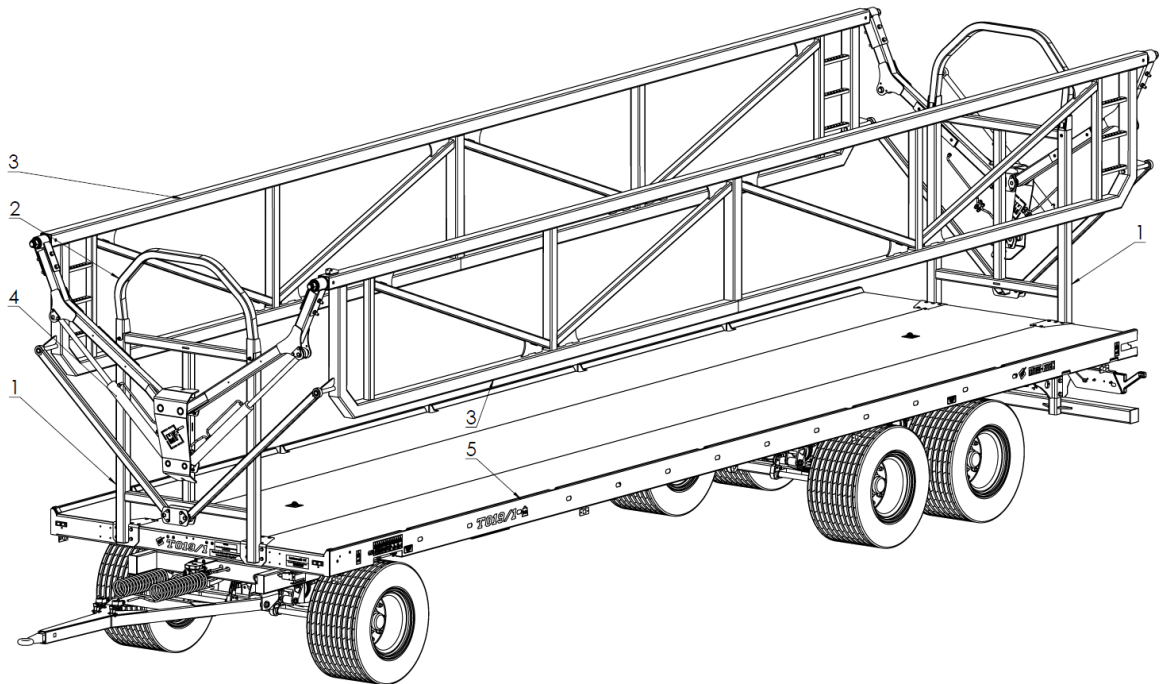

Abbildung 10. Aufbau von Anhängern mit hydraulischen Wänden: Vorder- und Rückwand (1), Stirnwand (2), Seitenwände (3), Wandhebemechanismus (4), Fahrgestell (5)
Abbildung 10 zeigt die Konstruktionsmöglichkeiten für einen Anhänger mit hydraulisch anhebbaren Seitenwänden (3). Die Vorder- und Rückwand sind fest (1) und verfügen über hydraulische Anhebemechanismen (4). Das System wird über die externe Hydraulik des Schleppers angetrieben. Die Seitenwände werden links und rechts unabhängig voneinander über den Hydraulikverteiler des Schleppers gesteuert. Die hydraulischen Wände sollen die zu transportierende Ladung in Form von Ballen oder gepressten Ballenwürfeln schützen. Die Verwendung von Seitenwänden entbindet den Fahrer jedoch nicht von der Pflicht, vorsichtig und umsichtig zu fahren.